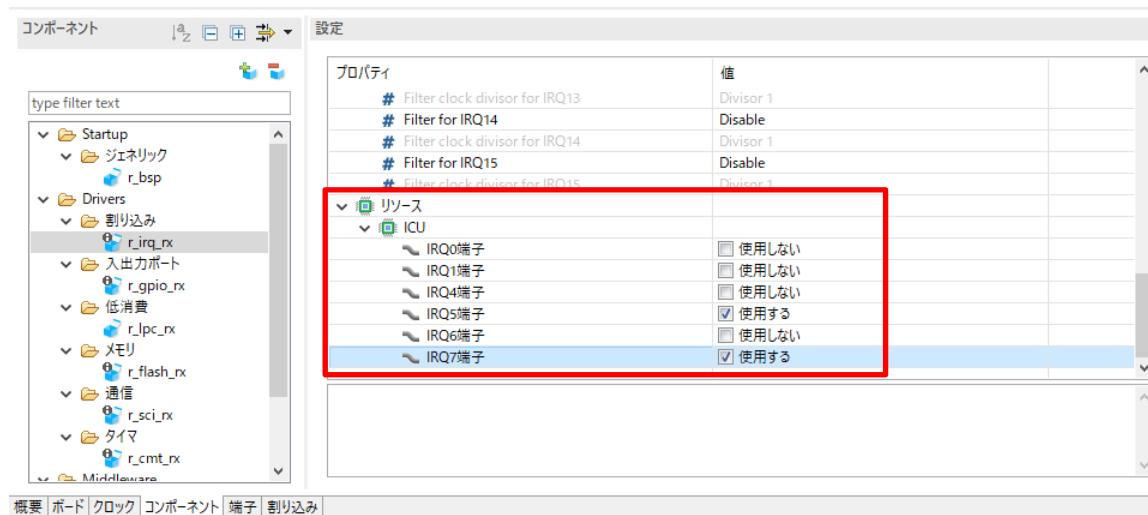

図 4-25: IRQ のコンフィギュレーションオプションの設定画面(2)
- [リソース]の[ICU]から使用するボード上の Switch と接続されている IRQ 端子を選択し、"使用する"に設定します。図 4-25 は Customer Board の初期値での設定を示しています。ご使用のボードの IRQ 端子に合わせてチェックボックスを設定します。